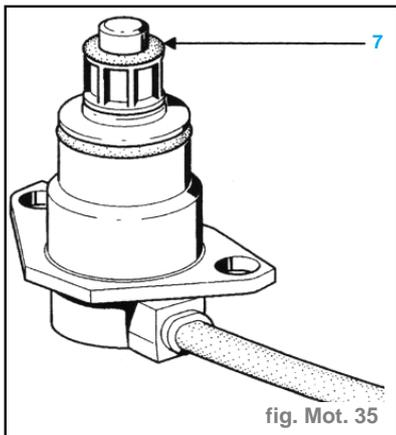

fig. Mot. 35
Attention : Vérifier que le joint torique (7) n'est pas resté collé dans le corps de pompe. (fig. Mot. 35)